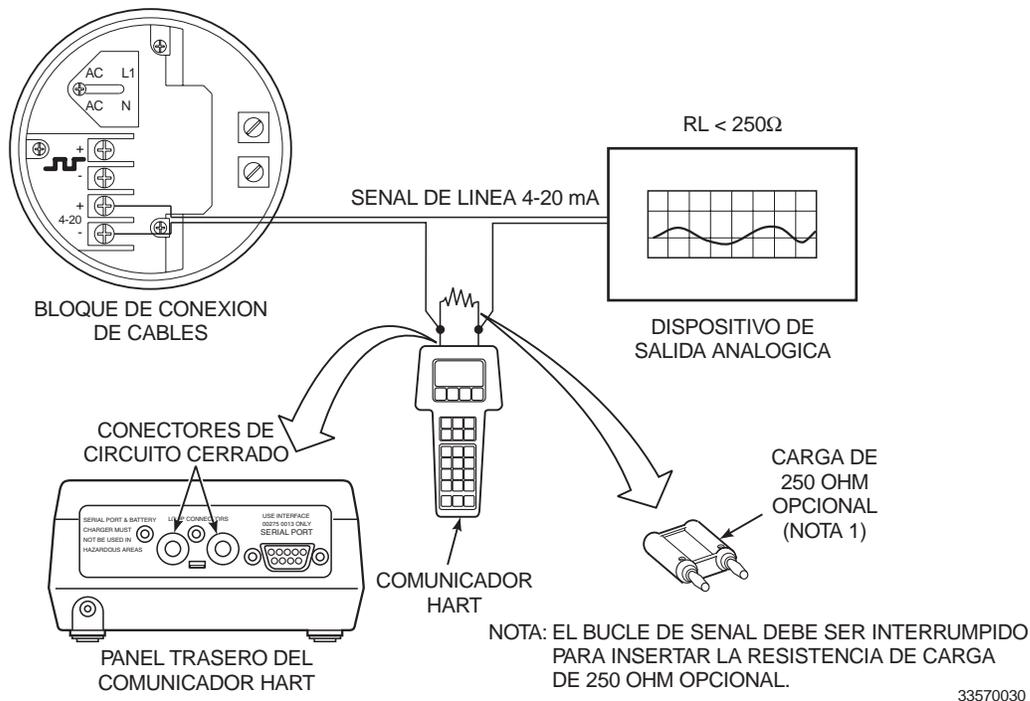

Figura 7-2. Conexiones de Línea de Señal, Resistencia de Conexión < 250 Ohms
- b. **Método 2, Para resistencia de carga < 250 Ohms.** Referirse a la Figura 7-2 y los pasos siguientes para conectar el comunicador HART a la línea de señal con resistencia de carga < 250 ohms.